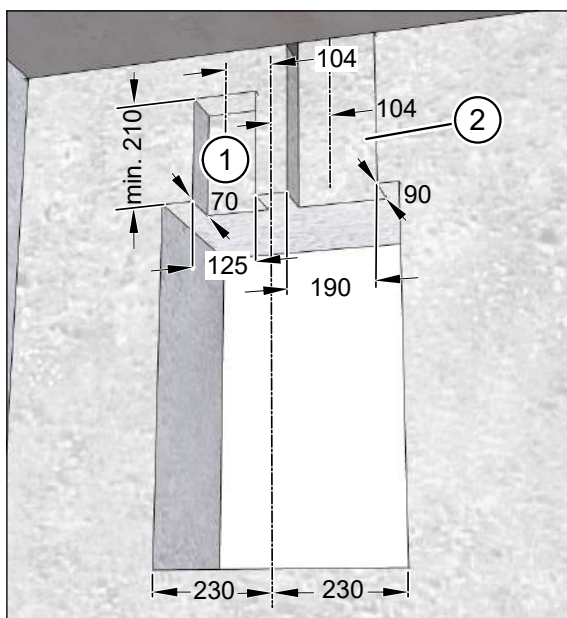
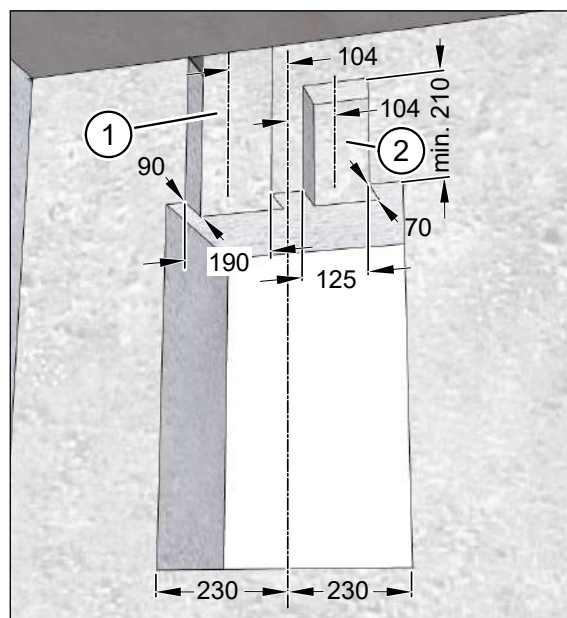

Fig. 15: Fresatura degli incavi nei muri con canale piatto e tubo flessibile, misure in millimetri
Fig. 16: Fresatura degli incavi nei muri per tubo flessibile e canale piatto, misure in millimetri
- Fig. 15: **aria estratta** (pos. 1) allacciamento per canale piatto, **aria inserita** (pos. 2) allacciamento per tubo flessibile
- Fig. 16: **aria estratta** (pos. 1) allacciamento per tubo flessibile, **aria inserita** (pos. 2) allacciamento per canale piatto
- Con la scanalatrice per muri, fresare un incavo per tubo flessibile di larghezza 190 mm e profondità 90 mm fino all'apertura sul soffitto del tubo flessibile (vedere la Fig. 15 e Fig. 16 a pagina 23).